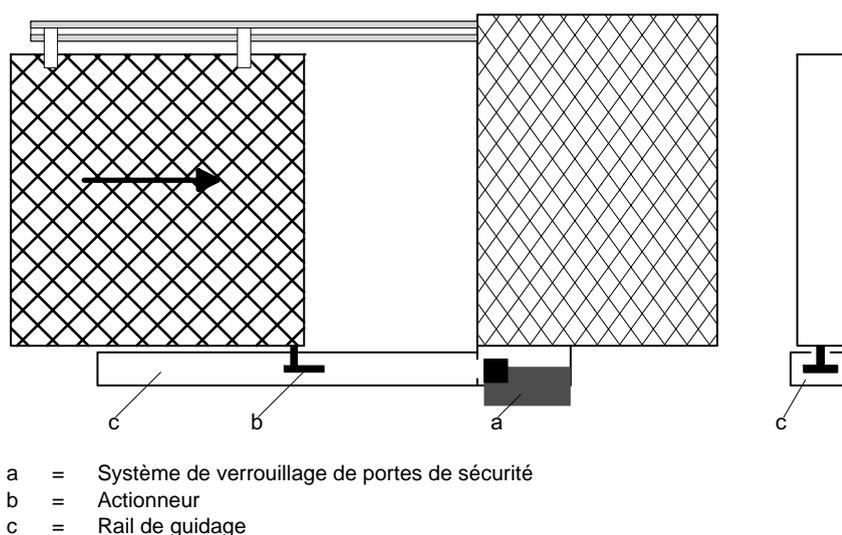

Fig. 7 Exemple de montage: "Installation masquée"
- Protection contre l'introduction d'"actionneurs de remplacement" ainsi que protection élevée contre l'endommagement par une *installation masquée* (voir fig. 7).